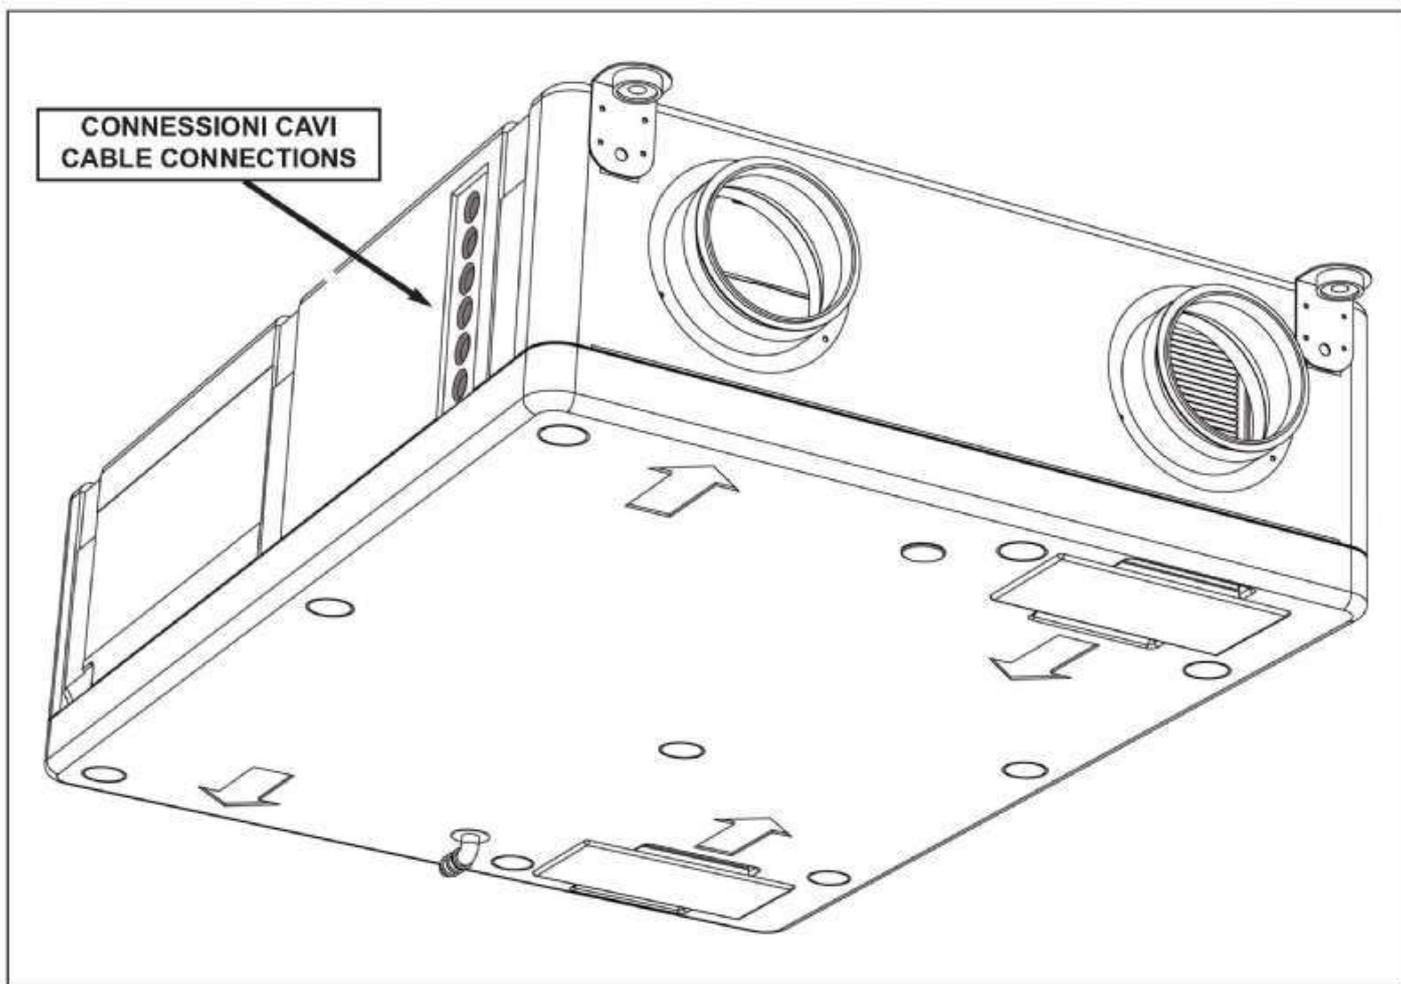

Fig.15
- Per le connessioni tra unità base ed accessori impiegare i pressacavi posti sul lato dell'unità (Fig. 15).
- For the connections between the basic unit and its accessories, use the glands on the connection side of the unit (Fig. 15).